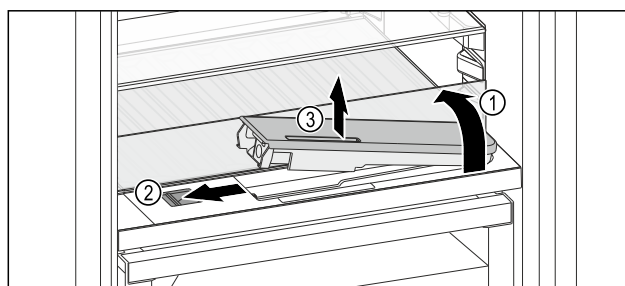

Fig. 135
- ▶ Skleněnou desku nadzvedněte a zaklapněte dozadu až na doraz Fig. 135 (1).
- ▶ Posuvník Fig. 135 (2) posuňte doleva.
- ▶ Vyjměte nádržku na vodu Fig. 135 (3).